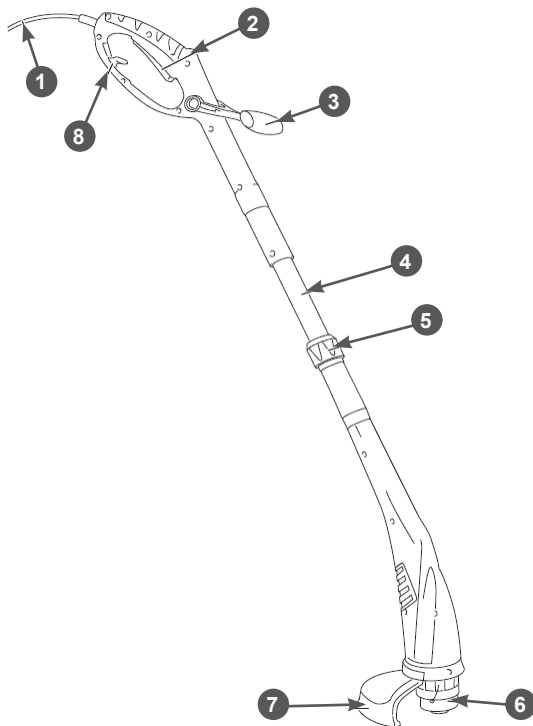

Рис. 1 Основные узлы и органы управления триммера
Основные узлы и органы управления представлены на Рис. 1.
7. Закрепить кабель удлинителя на корпусе основной рукоятки. Во избежание преждевременного выхода кабеля включения из строя закрепите удлинитель с помощью крючка 8 для крепления кабеля (Рис. 1). Для этого сделайте на конце удлинителя петлю длиной 20–25 см, вставьте ее в прорезь в рукоятке, наденьте на крючок, после чего затяните ее.